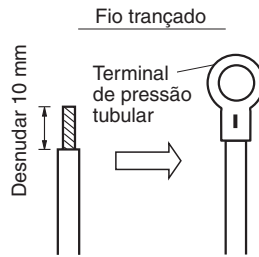
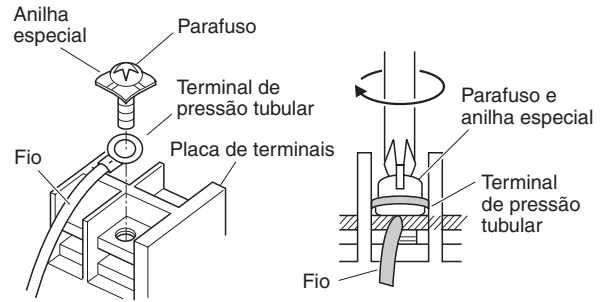

Fig. 4-7
Fig. 4-8
- (1) Corte a extremidade do fio com alicates, desnude o isolamento para expor o fio trançado aproximadamente 10 mm e, em seguida, torça bem as extremidades do fio. (Fig. 4-7)
- (2) Utilizando uma chave de fendas Phillips, retire o(s) parafuso(s) dos terminais na placa de terminais.
- (3) Utilizando um prendedor de conectores tubular ou alicates, prenda firmemente cada extremidade desnudada com um terminal de pressão tubular.
- (4) Coloque o terminal de pressão tubular, e recolque e aperte o parafuso de terminal retirado utilizando uma chave de fendas. (Fig. 4-8)